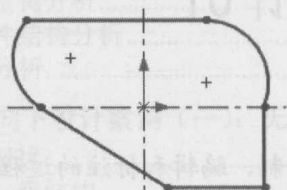

图 1.1.5 添加几何约束
Step4. 添加几何约束。添加圆弧 1 与直线 1 的相切约束，添加圆弧 2 和直线 2 的相切约束，直线 3 添加水平约束，直线 4 添加竖直约束，约束后的图形如图 1.1.5 所示。